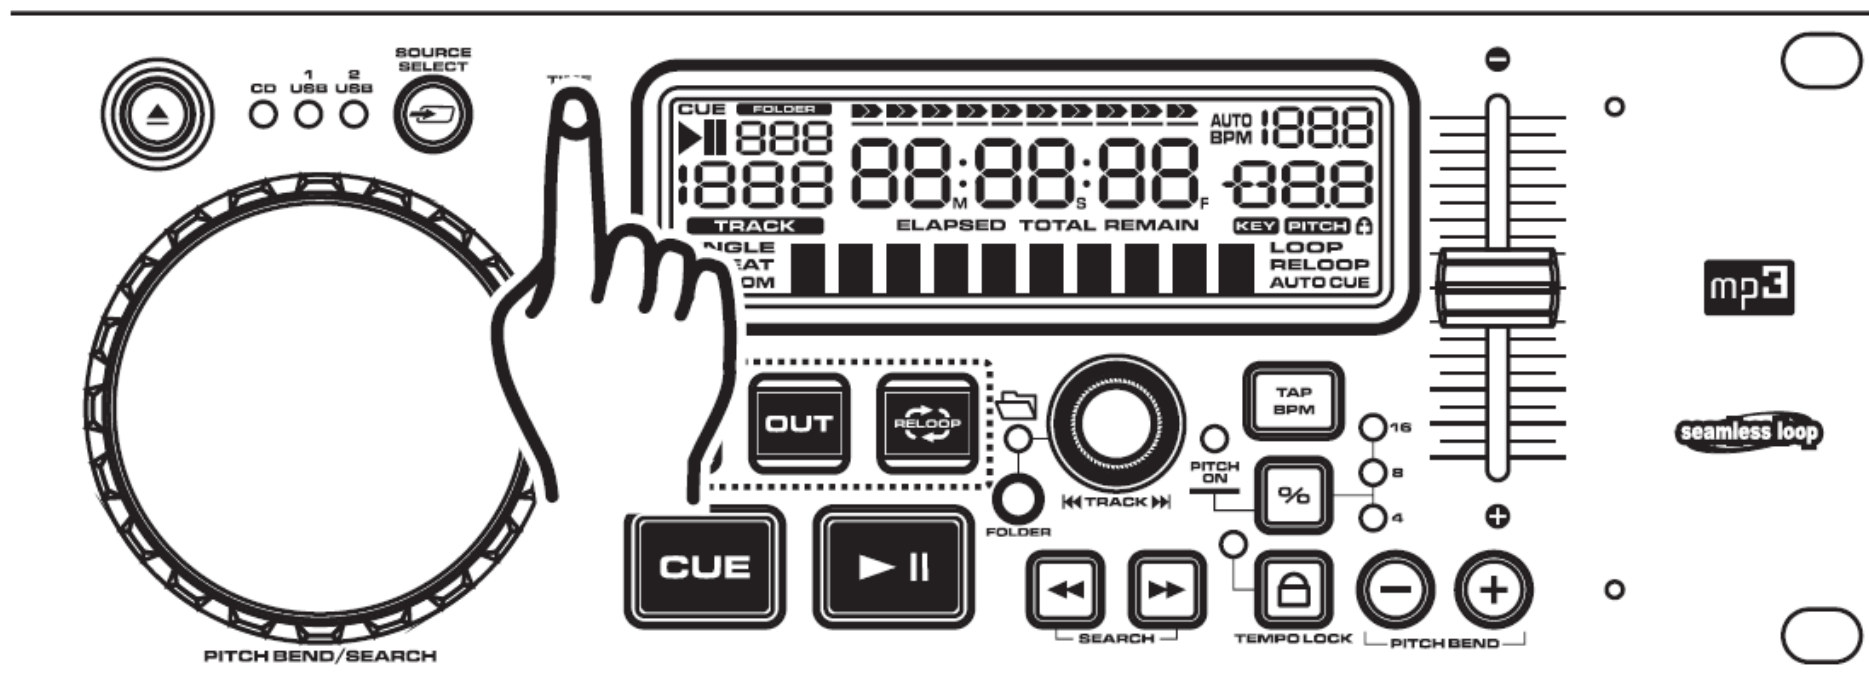

Figura 14
El tiempo se puede mostrar en pantalla de tres modos diferentes: Total Restante, Restante y Transcurrido. Durante la reproducción normal, al pulsar el botón TIEMPO (5) como en la *Figura 14*, cambiará la información de la pantalla de tiempo (26) de la LCD. A continuación presentamos los elementos de la configuración del tiempo y sus definiciones:
- Total restante (34) - Especifica en la pantalla LCD el tiempo total restante del CD actual.
- Restante (34) - Indica el tiempo en la LCD como el tiempo restante de la pista actualmente en reproducción.
- Transcurrido (34) - Indica el tiempo en la LCD como el tiempo transcurrido de la pista actualmente en reproducción.